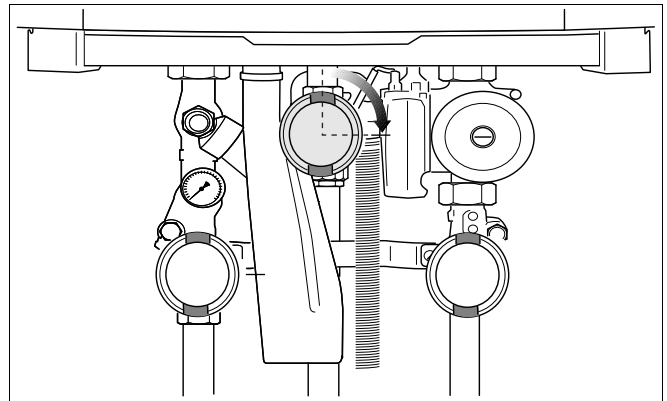

Рис. 78 Закрываете крана подачи газа
- Закрывать кран подачи газа (рис. 78).
- Закрыть кран подачи газа (рис. 78).